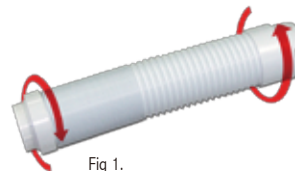

Fig 1.
- 1. (1) Juego Corredizo para Ventana..... 1 juego
- 2. (1) Accesorio para Manguera 1 pieza
- 3. (1) Tornillos..... 4 piezas
- 4. (1) Conector de Manguera de Escape..... 2 piezas
- 5. (1) Manguera de Escape..... 1 pieza
- 6. (1) Cubierta..... 1 pieza
A. Manguera de Escape y Conectores: Fig. 1
1. Adjuntar la parte roscada de uno de los Conectores de Manguera (4) a uno de los extremos de la Manguera de Escape (5), girándolo hacia la derecha.